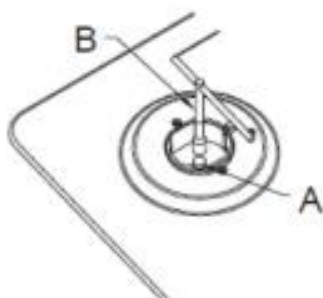

Abb. 6
- Sostituire gli iniettori con il corrispondente iniettore indicato nella tabella nella pagina seguente (vedi Fig. 6). Per prima cosa rimuovi i cappellotti e le corone dei bruciatori con una chiave a tubo "B", e svita l'iniettore "A" (vedi Fig. 6).